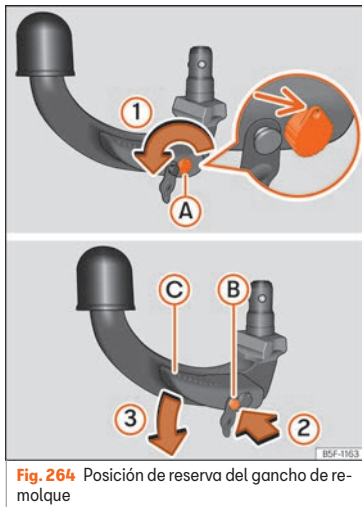

Fig. 264 Posición de reserva del gancho de remolque
- Inserte y gire la llave en el sentido de la flecha » » » **fig. 264** (1) hasta que el agujero de la llave quede arriba (flecha).
- Presione el perno de desbloqueo » » » **fig. 264** (B) en el sentido de la flecha (2) y al mismo tiempo presione la palanca (C) el sentido de la flecha (3) hasta el tope.